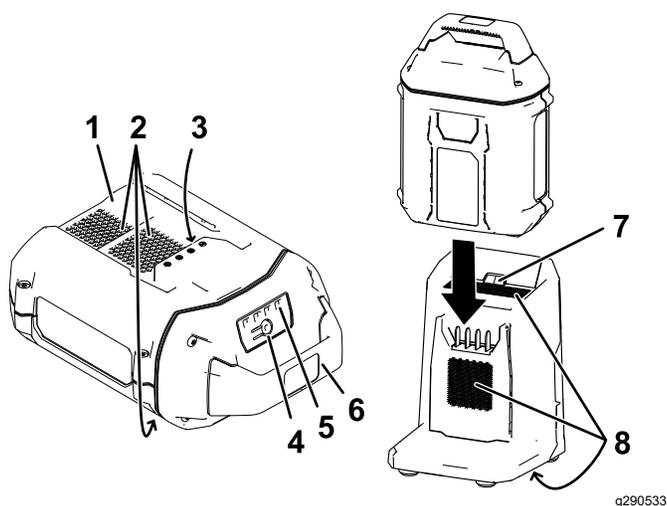

Figure 10
2. Alignez le creux de la batterie (Figure 10) sur la languette du chargeur.
3. Glissez la batterie dans le chargeur jusqu'à ce qu'elle soit bien enclenchée (Figure 10).